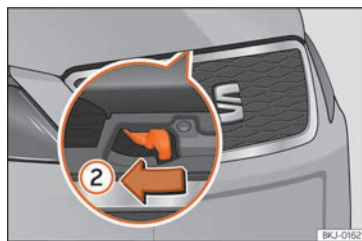

Fig. 12 Levier sous le capot.
• Pour soulever le capot moteur, déplacez vers la gauche le levier situé sous celui-ci, au centre » fig. 12 ②. Les crochets de fixation sont alors déverrouillés.